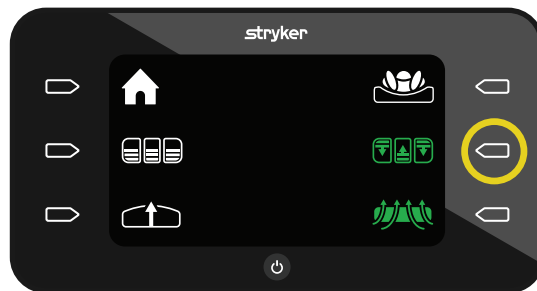

Abbildung 32 – ALP-Modus ein
3. Die **Aktionsschaltfläche** neben dem Symbol **ALP-Modus** drücken (Abbildung 32).